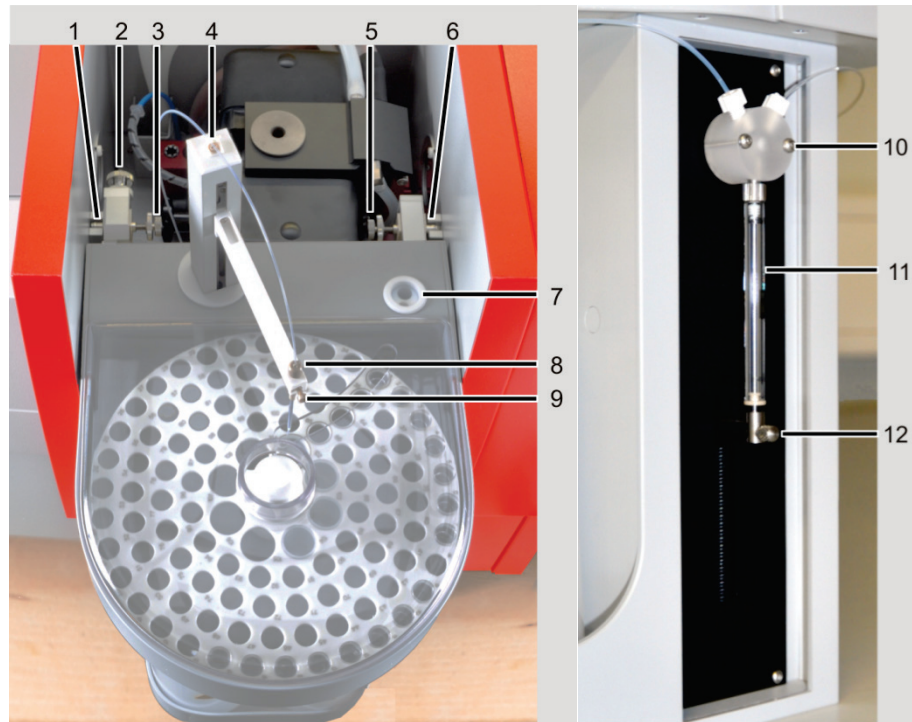

Bild 36 AS-GF installieren
- Schlauchführung (8 in Bild 36) am Probengeberarm des AS-GF installieren und mit der Arretierungsschraube befestigen.
- Dosierschlauch handfest in die rechte Öffnung des T-Ventils (10 Bild 36) am Dosierer schrauben. Dosierschlauch durch die Schlauchhalter auf der Rückseite des Probengebers und auf dem Probengeberarm fädeln. Dosierschlauch in die Schlauchführung (8 in Bild 36) einführen, bis das Schlauchende etwa 8 mm unten aus der Schlauchführung herausragt, Schlauch mit Klemmmutter befestigen.
Den AS-GF in die Aufnahmen des Probenraumes einhängen (1 und 6 in Bild 36). Mit Wasserwaage prüfen, ob Probengeber waagrecht hängt, ggf. Probengeber mit tiefenverstellbarem Anschlag im Probenraum ausrichten (4 in Bild 32 S. 59).